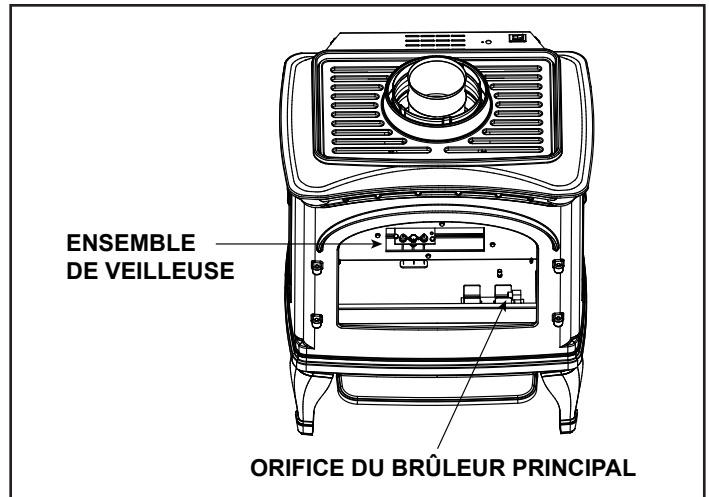
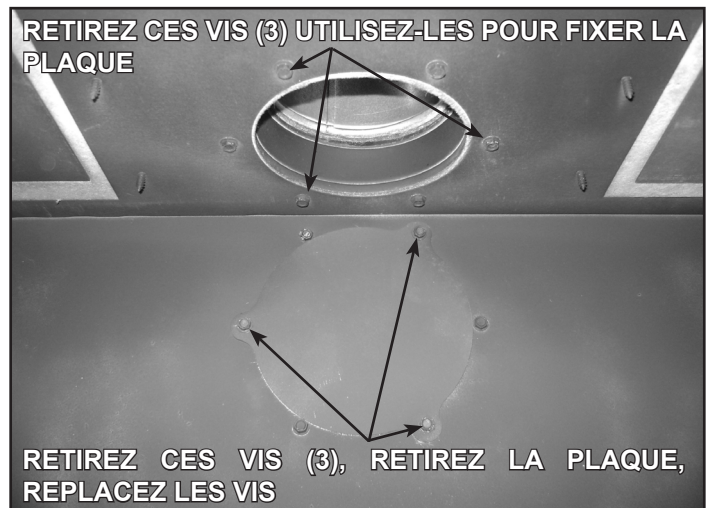

Figure 6.14
Figure 6.15
15. Grâce à la clé plate de 3/8 po, remplacez l'orifice principal du brûleur par celui inclus dans l'ensemble de conversion. Utilisez l'orifice approprié au type de gaz. Voir la Figure 6.14.
17. À l'intérieur de la boîte à feu, retirez la plaque et le joint à l'arrière de la boîte à feu en retirant trois vis comme illustré à la figure 6.14. Jeter le joint. Remplacez les vis à l'arrière de la boîte à feu. Retirez trois vis comme illustré à la figure 6.15. Fixez la plaque et le nouveau joint, inclus dans le kit, avec trois vis.